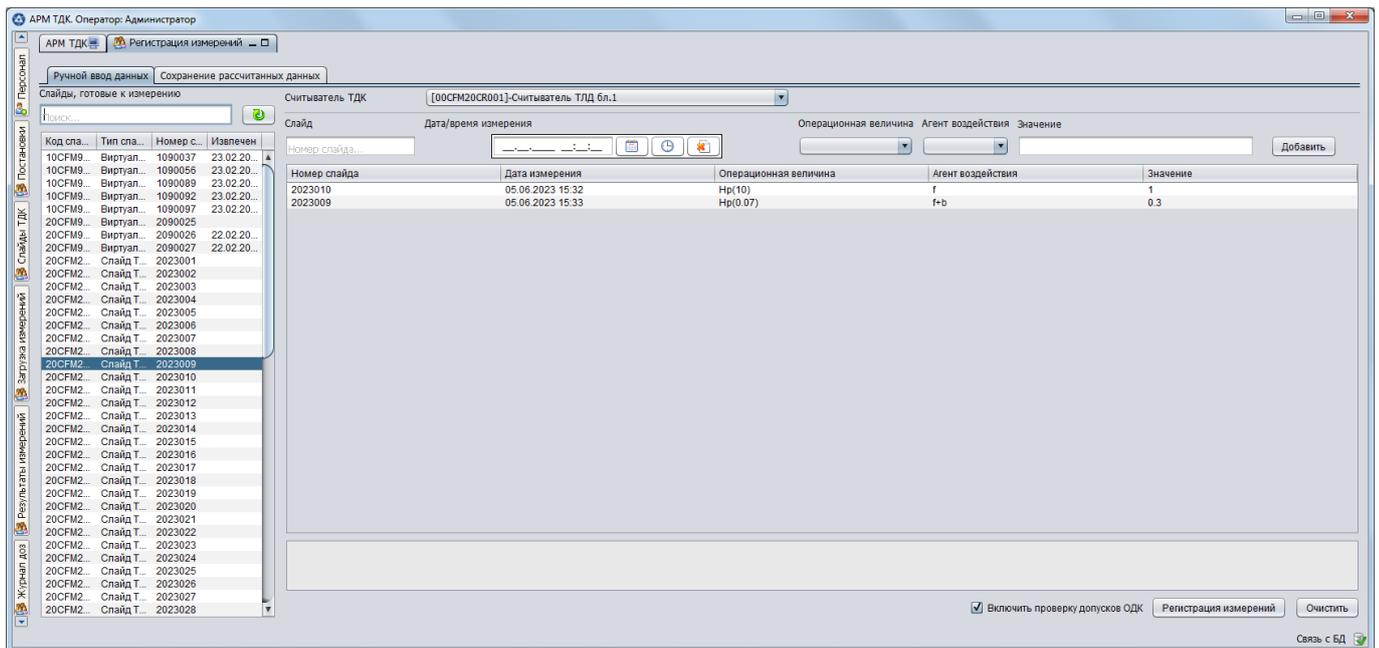

Рисунок 9
3.4.7.1. Панель «Регистрация измерений» предназначена для ручного ввода данных, полученных при измерениях слайдов ТДК. Состав панели «Регистрация измерений» приведен на рис. 9.